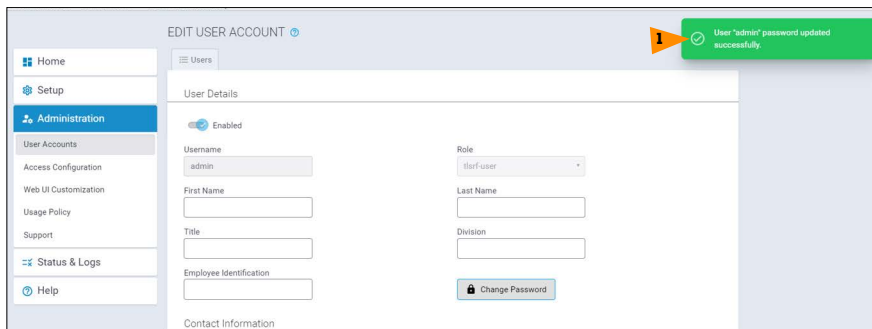

Figura 11. Notificación de que la contraseña se ha modificado correctamente
7. Fíjese en la notificación de que la contraseña se ha modificado correctamente (el elemento 1 de la Figura 11). Puede seleccionar esta notificación para ocultarla.